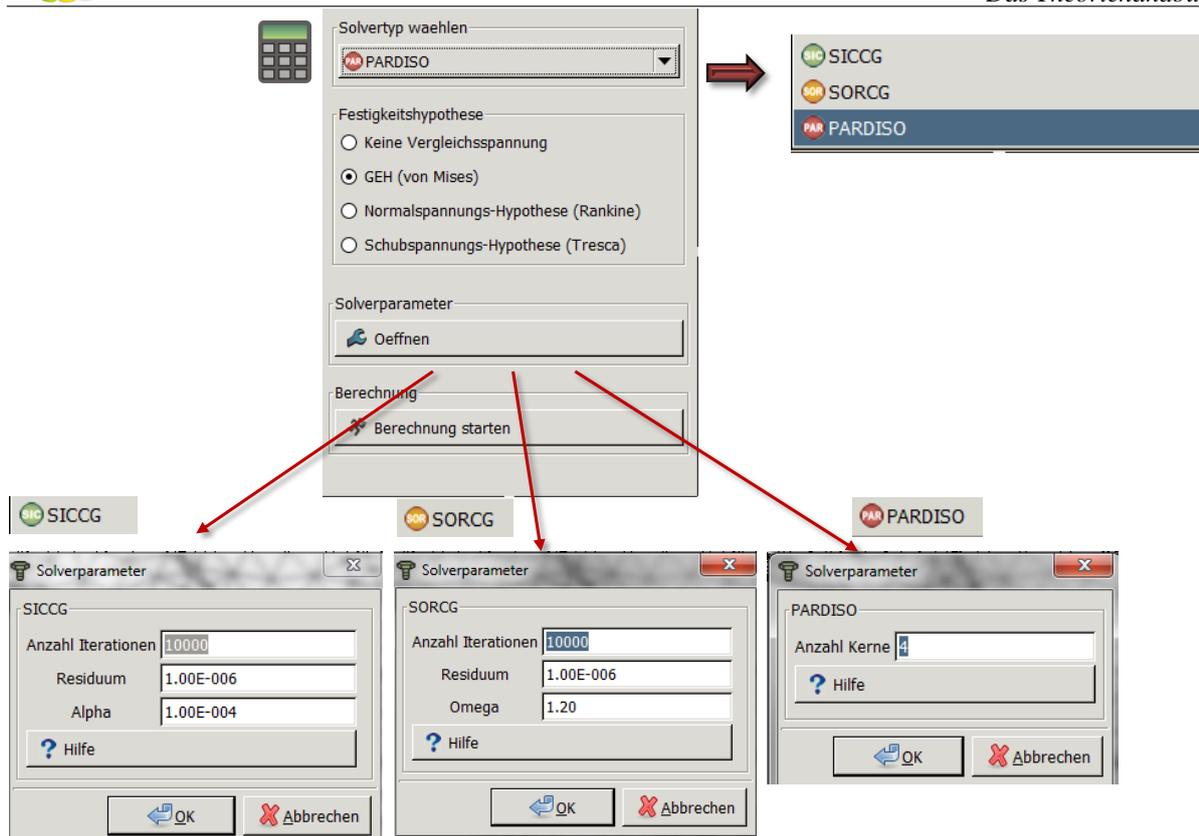

Abbildung 43: Solvereinstellungen Z88Thermo
Die Temperatur kann der Benutzer entweder in Kelvin (K) oder in $^{\circ}$ Celsius ($^{\circ}C$) angeben. Für die Berechnungsergebnisse macht dies hier keinen Unterschied. Die Wärmestromdichte ist eine flächenbezogene Last, d.h. sie gibt den Wärmestrom pro Fläche an (Einheit: W/mm^2). Der Wärmestrom (Einheit: W), die punktuelle Last, kann entweder gleichverteilt oder verteilt aufgegeben werden. Gleichverteilt bedeutet hier, dass jedem Knoten der gleiche angegebene Wert zugewiesen wird, wohin gegen verteilt die Verteilung nach FE-Regeln darstellt. Möchte man eine thermo-mechanische Simulation durchführen, so muss man nur neue Sets mit zusätzlichen mechanischen Randbedingungen (z.B. einer Festhaltung) anlegen. Der Solver erkennt dann automatisch, dass der Benutzer eine solche Simulation durchführen möchte. Als Berechnungskern kann zwischen den drei bekannten Gleichungslösern Pardiso (direkt und mehrkernfähig), SICCG und SORCG (iterativ) gewählt werden (Abbildung 43). Der Cholesky-Solver entfällt hier.